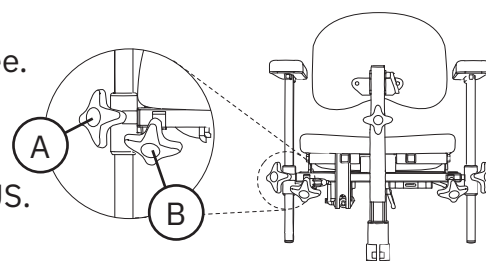

Figure 5.34. Accoudoirs PLUS
Les accoudoirs PLUS sont réglables en hauteur (A) et en largeur (B), voir figure 5.34.